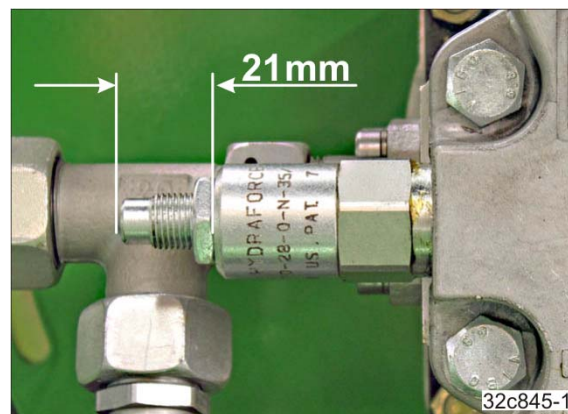

Рис. 141
2. Установите редукционный клапан на заводское значение «21 мм» (Рис. 141).